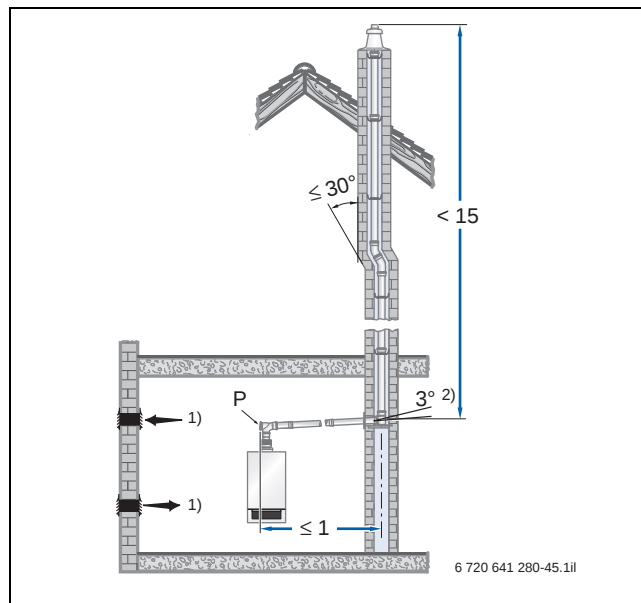
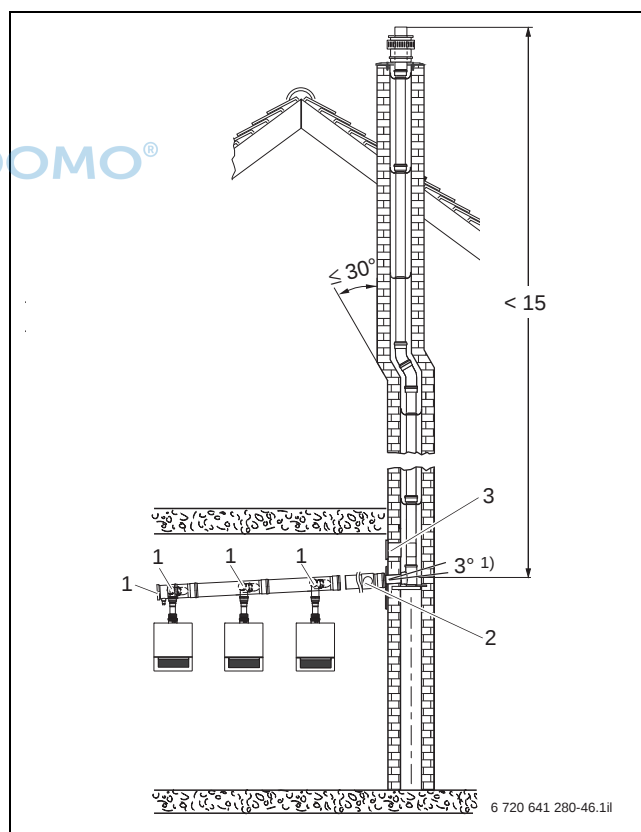

Bild 67 Beispiel zur Anordnung der Prüföffnung (P) bei einer waagerechten Abgasleitung ohne Umlenkung im Aufstellraum (Maße in m)
Bild 68 Beispiel zur Anordnung der Prüföffnung bei einer Kaskade (Maße in m)
Gemäß DIN 18160-1 und DIN 18160-5 müssen Abgasanlagen für raumluftabhängigen Betrieb leicht und sicher zu überprüfen und ggf. zu reinigen sein. Hierzu sind Prüföffnungen einzuplanen (→ Bild 67 und Bild 68).
- An der Stirnseite im geraden, waagerechten Abschnitt der Abgasleitung höchstens 1 m von der Umlenkung in den senkrechten Abschnitt entfernt, sofern sich dazwischen keine Umlenkung befindet (→ Bild 67) **oder**
- Seitlich im waagerechten Abschnitt der Abgasleitung höchstens 30 cm von der Umlenkung in den senkrechten Abschnitt entfernt (→ Bild 68, [2]).
- Die untere Prüföffnung bei DN 160 und DN 200 entsprechend Bild 68, [2] angeordnet ist
- Die untere Prüföffnung nach DIN 18160-1 und 18160-5 ausgeführt ist (→ Bild 67 und Bild 68).